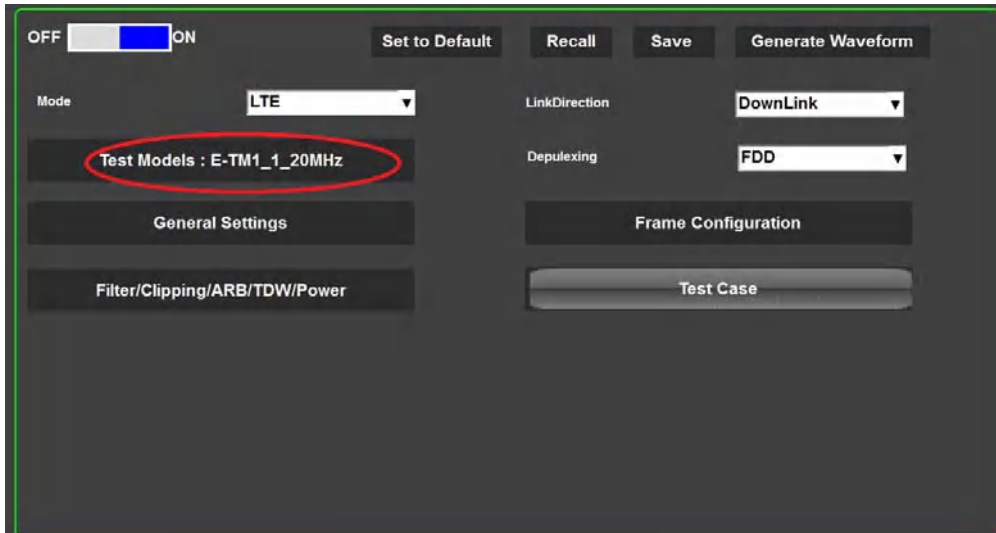

图 4.5 测试模式选择
- 在配置界面可以选择测试模式（Test Models），如图 4.5 所示；